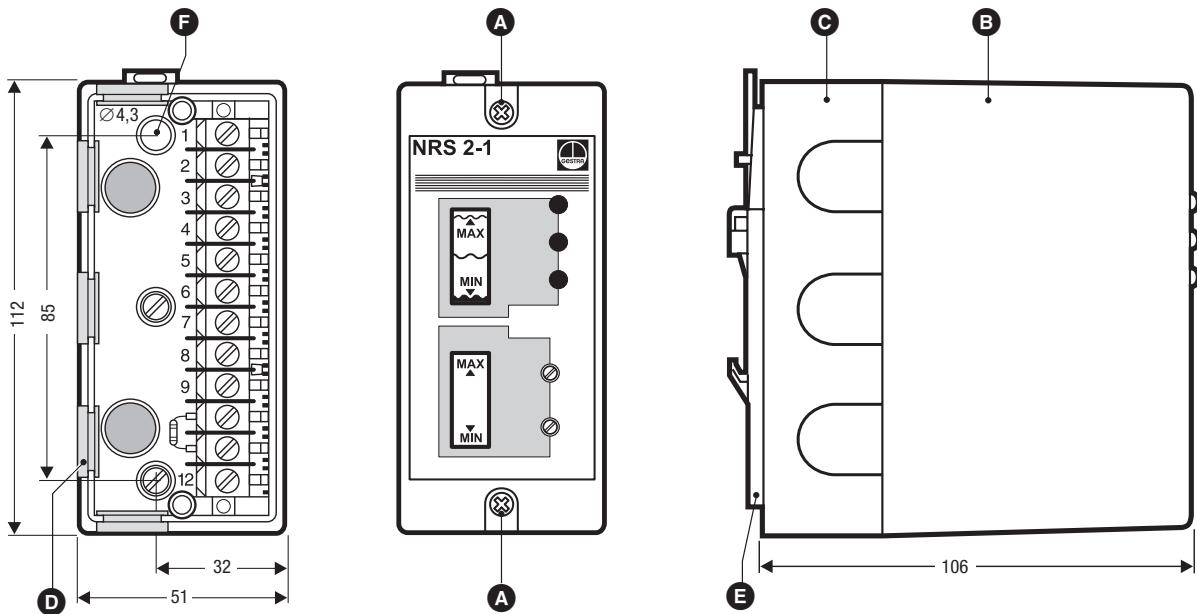

Fig. 1
Siehe Bild 1.
2. Haubenschrauben (**A**) lösen und Haube (**B**) vom Unterteil (**C**) abziehen (Bild 1).
1. Haubenschrauben (**A**) lösen und Haube (**B**) vom Unterteil (**C**) abziehen (Bild 1).